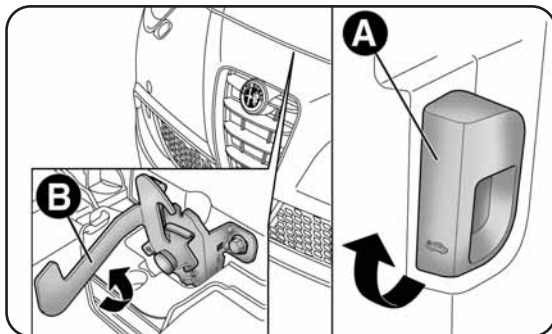

fig. 66
- tirer le levier A-fig. 66 dans le sens indiqué par la flèche;